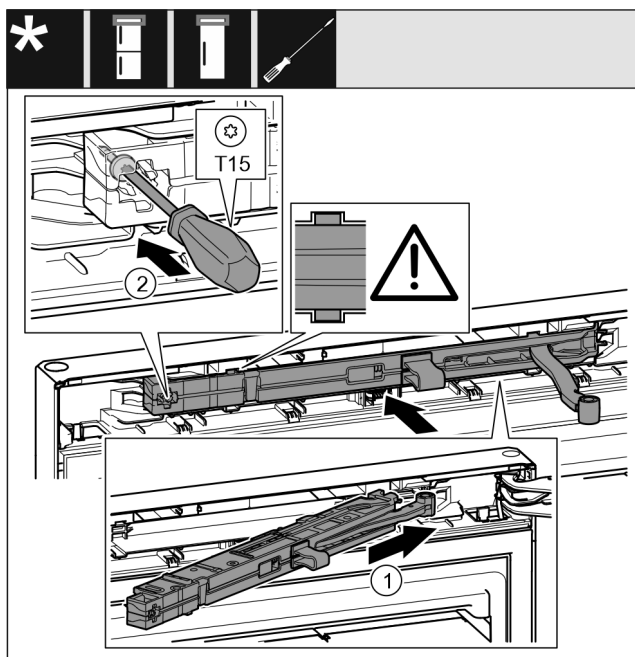

Fig. 24
- ▶ Jednotku tlumiče zavírání Fig. 24 (1) na straně stojanu ložiska zasuněte až na doraz šikmo do vybrání.
- ▶ Šroubovákem šroub Fig. 24 (2) pevně utáhněte.